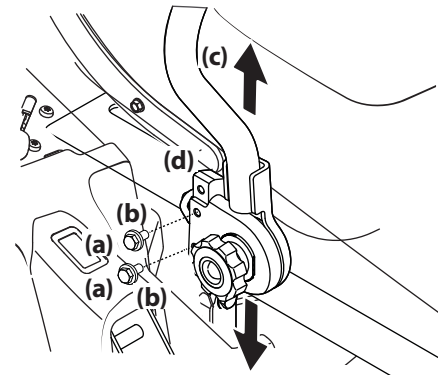

Figure 4-4
1. Retirez les boulons (a) et les rondelles plates (b) qui fixent les barres de conduite (c) aux supports pivotants (d). Voir Figure 4-4.